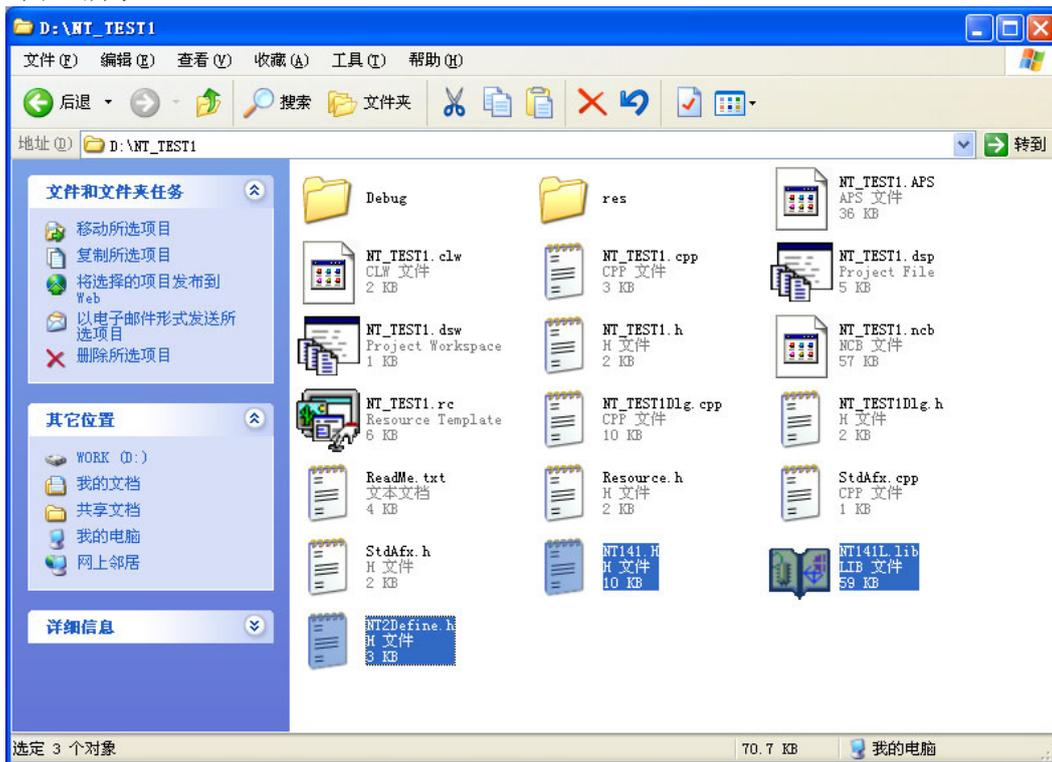

图 5.4 复制 NT141 的 LIB 文件
(2) 将产品配套光盘“\Lib\NT141\_VC”目录下的3个文件复制到D:\NT\_TEST1目录下，结果如图5.4所示。